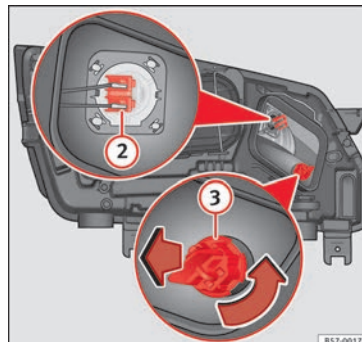

Fig. 105 Nel vano motore: lampadina degli abbaglianti (2) e lampadina degli indicatori di direzione (3).
3. Premere lateralmente il connettore » **fig. 105** (2) verso sinistra o destra e tirare.
- Ruotare il portalamпада » **fig. 105 ③** verso sinistra e tirare.